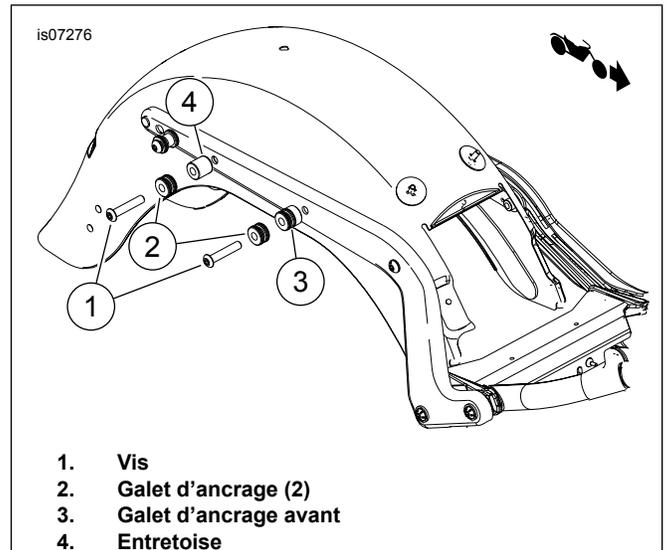

Figure 4. Installation des galets d'ancrage (avec d'autres accessoires amovibles)
Avec autres accessoires amovibles : Voir Figure 4. Introduire les vis (1) dans les galets d'ancrage mini (2) et dans le galet d'ancrage avant (3) et l'entretoise arrière (4). Installer les vis dans le support de montage de garde-boue (à l'intérieur du garde-boue). Serrer les vis 28–36 N·m (21–27 ft-lbs).